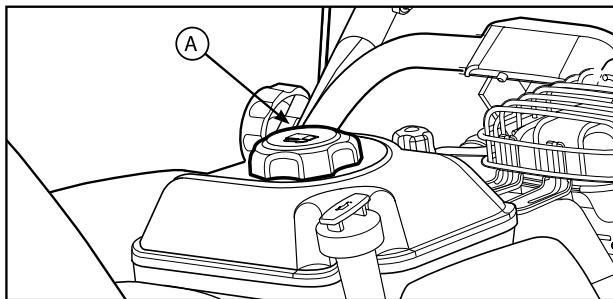

Рис. 4
- Очистите область вокруг крышки топливного бака от грязи и мусора. Снимите крышку (A, рис. 4).